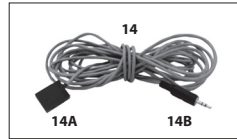

Fig. 3 Présentation des modèles SEC-1280UL et SEC-2440UL
Le type de batterie au plomb et l'algorithme de charge souhaité peuvent être sélectionnés à l'aide des commutateurs DIP S1 et S2 (*7 sur la figure 3*). Pour plus de détails, veuillez vous référer aux sections 7.4.
- (a) Les connecteurs de sortie du chargeur se composent d'un connecteur négatif commun (3. Fig 3) et de deux connecteurs positives rouges (1, 2, Fig 3) pour charger deux banques de batteries. Chacune des deux connecteurs positives des deux banques possède des diodes Schottky en série pour permettre l'isolation. Ces diodes Schottky isolantes disposent d'un courant qui dépend de la chute de tension directe "Vf" allant de 0,2 à 0,3V (à 0,1A) jusqu' à 0,8 V (à 80A). De plus, il y aura une chute de tension directe supplémentaire "Vb" à travers la résistance de masse de la diodes Schottky et cette chute augmentera également le courant de charge. **Veillez noter que les chutes de tension directe "Vf" et "Vb" ont uniquement lieu lorsque le courant circule à travers la diodes Schottky i.e. lorsque le chargeur fournit du courant à la batterie / charge.**